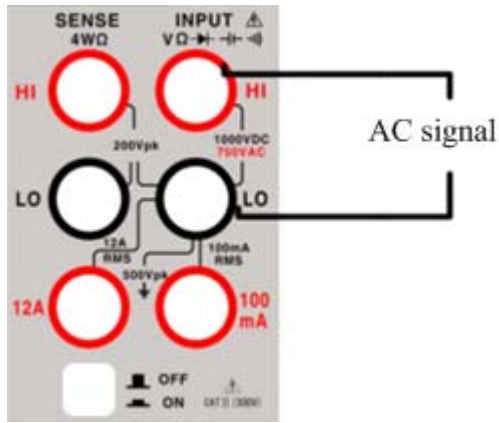

图 2.5.2 频率/周期测量端子连接
- 2、按图 2.5.2 所示，将红色和黑色测试引线连接到各自的输入端子。